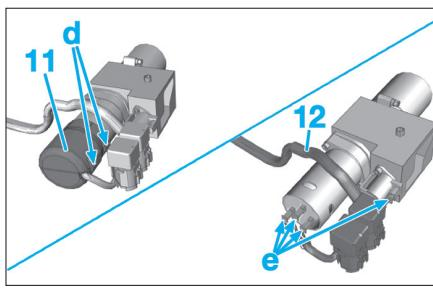

Fig. 105
- Dégager la plaque de verrouillage (10) suivant "c".
- Désaccoupler les embouts des tuyaux hydrauliques (8).
- Déposer la plaque de verrouillage (10).
- À l'aide d'un tournevis fin, déclipper le cache (11) en "d" (Fig.105).
- Déposer le cache (11).
- Déposer le faisceau (12).